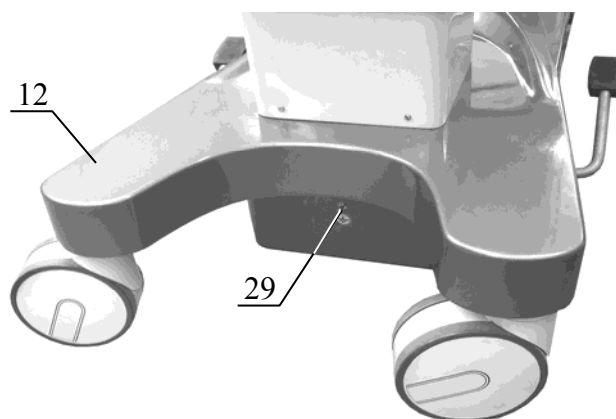

Рисунок 2. Зажим выравнивания потенциала.
9.8 Подсоедините стол к контуру выравнивания потенциалов с помощью зажима (клеммы) 29 (рисунок 2), расположенного в шасси 12 основания стола.